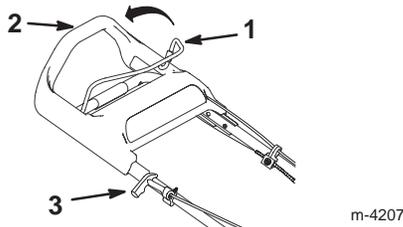

Bild 10
- Halten Sie die Messersteuerstange gegen den das obere Griffteil gedrückt (Bild 10).